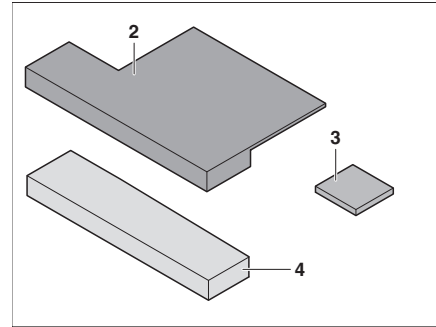

Fig. 181 Cuscino aggiuntivo
- Applicare l'elemento di seduta (Fig. 181,3) sul cuscino aggiuntivo (Fig. 181,2) (con chiusura a velcro).